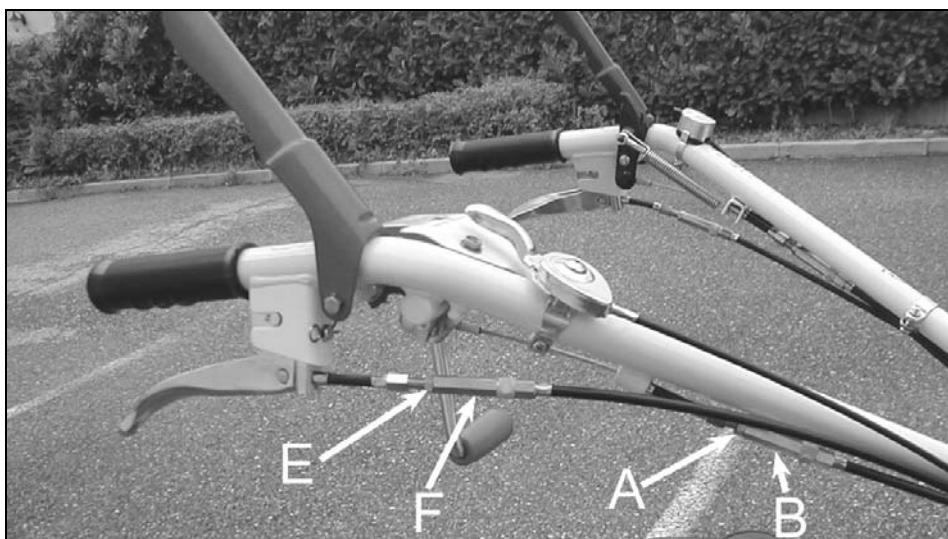

Figura 20
- Allentare il controdado (A, Figura 20) e svitare il registro a vite (B) per aumentare la tensione del cavo.
- Una volta ultimata la registrazione, stringere nuovamente il controdado (A).